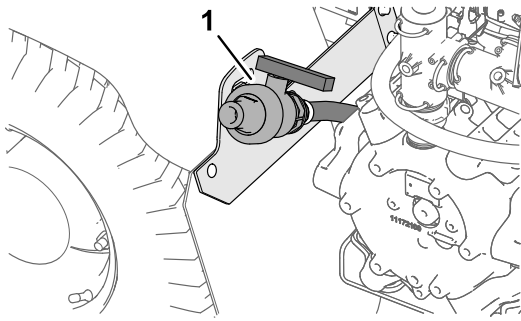

Figura 37
2. Individuate la valvola di spurgo del serbatoio sul parafango posteriore sinistro della macchina (Figura 37).